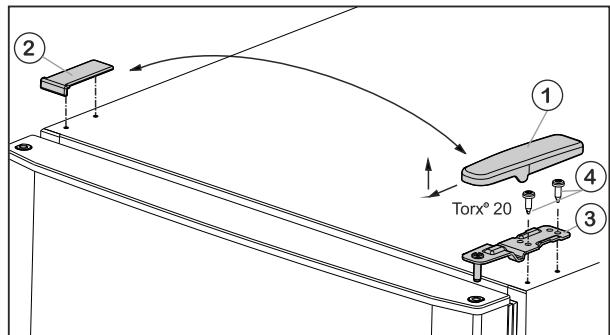

Fig. 5
- ▶ Изтеглете покритието Fig. 5 (1) напред и нагоре.
- ▶ Свалете покритието Fig. 5 (2).
- ▶ Развийте горната лагерна стойка Fig. 5 (3) с (2 x Torx® 20) Fig. 5 (4) и издърпайте нагоре.
- Поставете горната лагерна опора Fig. 5 (3) върху новата страна на шарнира във вратата.
- Затегнете горната лагерна опора **здраво** (**с 4 Nm**) (2 x Torx® 20) Fig. 5 (4). Евентуално използвайте акумулаторна отвертка.
- Поставете капака Fig. 5 (1) от срещуположната страна отвън и го фиксирайте.
- Поставете капака Fig. 5 (2) също от срещуположната страна отгоре и го фиксирайте.